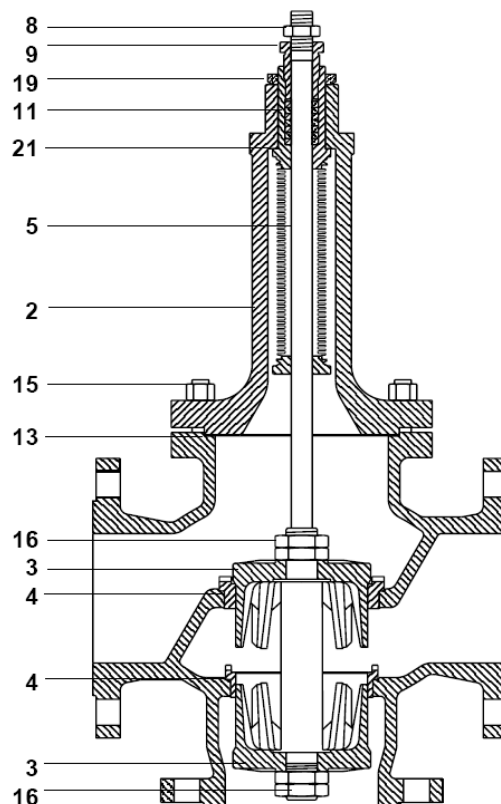

Fig. 11 Verdeelklep
4.3.3 Procedure voor het vernieuwen van de kleppen, zittingen en balgmembraan bij verdeelkleppen (fig. 11)